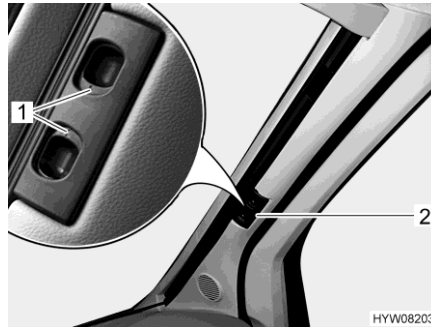

Fig. 109 Tendina oscurante pieghevole (parabrezza)
- Premere le maniglie di sbloccaggio (Fig. 109,1) e mantenerle premute.
- Tirare la tendina oscurante pieghevole del parabrezza per la maniglia (Fig. 109,2) verso il centro della finestra.
- Spingere verso l'esterno le due metà della tendina oscurante pieghevole del parabrezza per la maniglia (Fig. 109,2) fino all'arresto. Durante questa operazione sollevare la maniglia all'altezza della rientranza di sbloccaggio.
- Rilasciare le maniglie di sbloccaggio (Fig. 109,1) e mantenerle innestate.